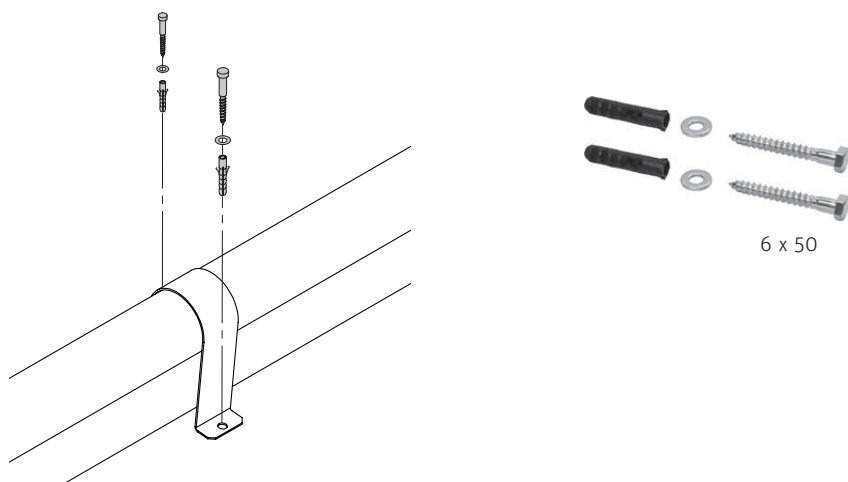

Fig.21 Fixation des tuyaux avec colliers dans le silo
- ▶ Pour les sondes les plus éloignées resp. les tuyaux les plus longs, les deux tuyaux doivent être fixés ensemble dans le silo avec des colliers (accessoire) sur le fond du silo – Fig. 21.
- ▶ Fixer les tuyaux avec collier sur le sol au moyen de respectivement 2 vis de réglage 6x50 et rondelles – Fig. 21.